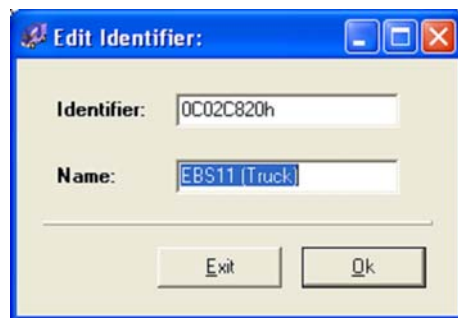

Bild. 6 Dialog för bearbetning av en identifierare
- Ange ID-numret och ett valfritt namn i denna dialog (se bild 6).